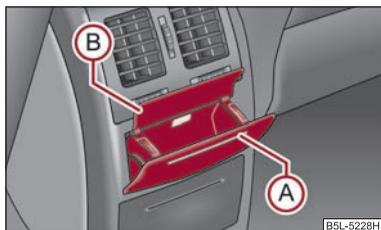

Fig. 86 Consolle centrale alta: posacenere posteriore
- Premere la parte inferiore del coperchio del posacenere nella zona **A** ⇒ fig. 86.